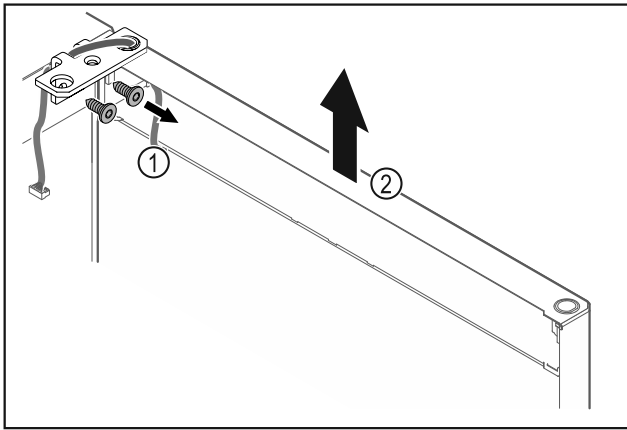

Fig. 12
- Dévisser l'équerre de la charnière Fig. 12 (1).
- Soulever la porte (équerre de charnière incluse) Fig. 12 (2) d'environ 200 mm et la retirer.